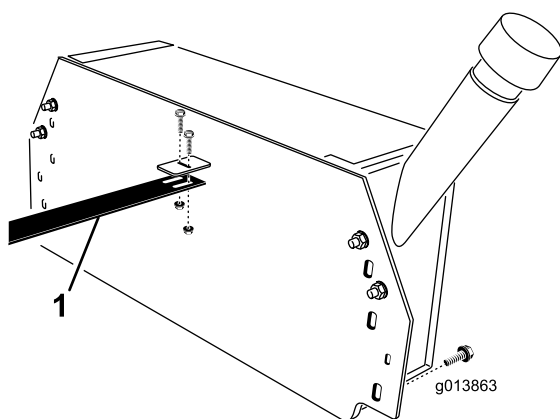

Figura 9
31. Utilizando dois parafusos (¼ x ¾ pol.) e porcas de bloqueio flangeadas, ligue o guia de tubos ao suporte no depósito hidráulico (Figura 9).